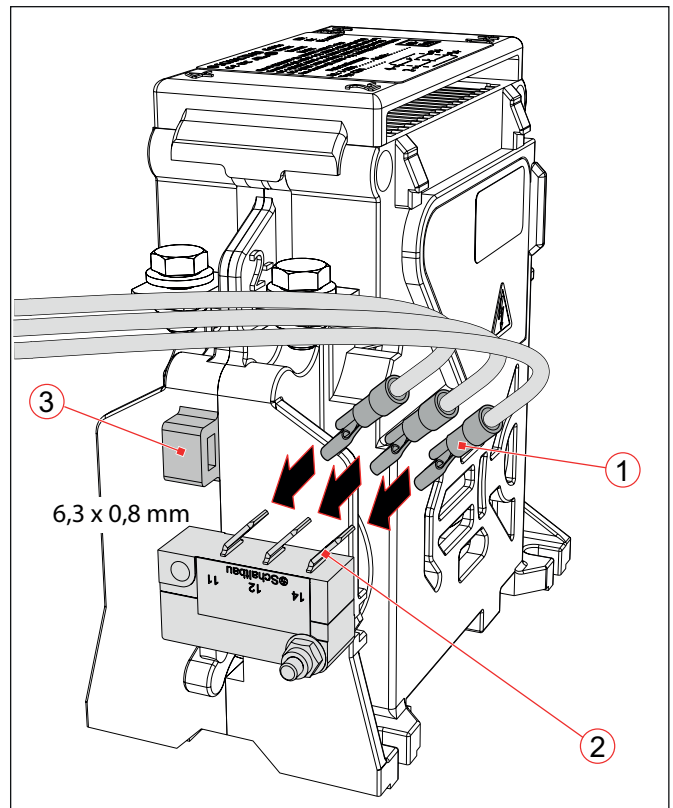
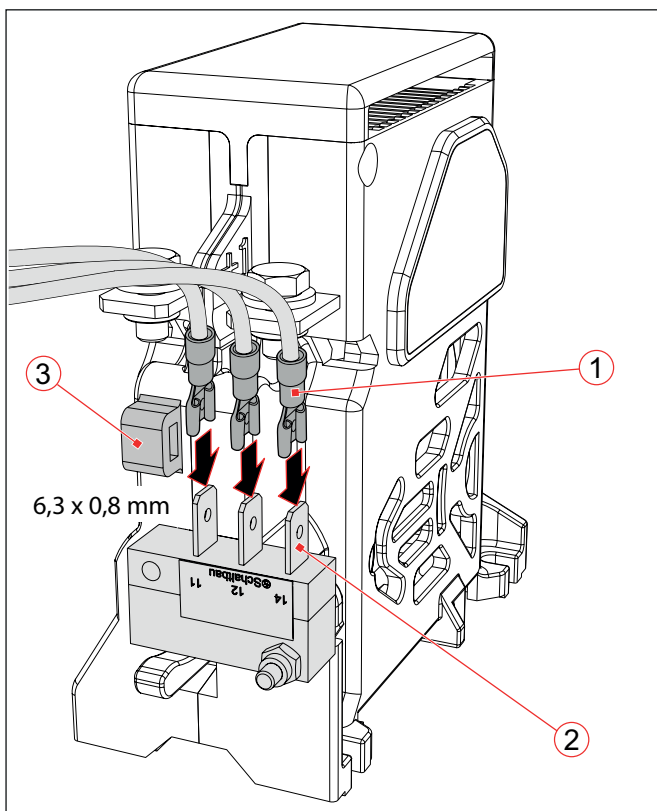

Abb. 10: Baureihe C294: Hilfskontakt S870 anschließen
Abb. 9: Baureihe C193: Hilfskontakt S870 anschließen
- ▶ Steuerleitungen und Flachsteckhülsen nur in Steckrichtung bewegen und verlegen, siehe **Abb. 9** und **Abb. 10**.
- ▶ Die vorbereiteten Steuerleitungen mit den Flachsteckhülsen (1) an die Anschlüsse (2) des Hilfskontaktes aufstecken.
- ▶ Die Kabel mit Kabelbinder bündeln und an der dafür vorgesehenen Lasche (3) fixieren.